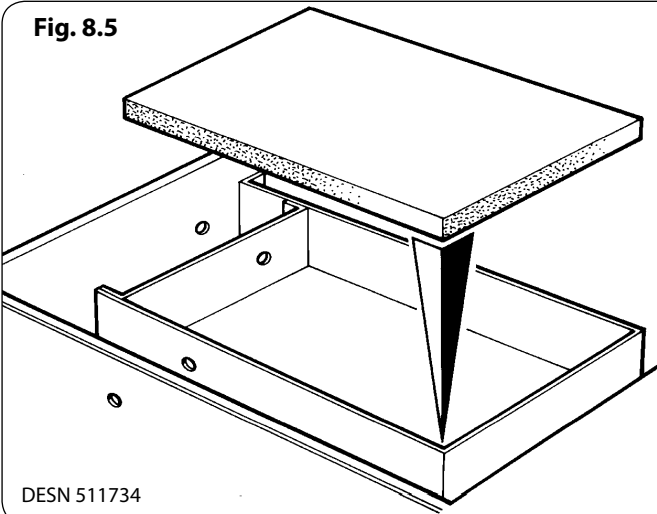

**Fig. 8.4**
6. Pour les AGA non électriques uniquement : Montez deux couches d'isolation JPAD210722 (fournies avec la table de cuisson) sur le dessus du toit du four. (**Fig. 8.4**).